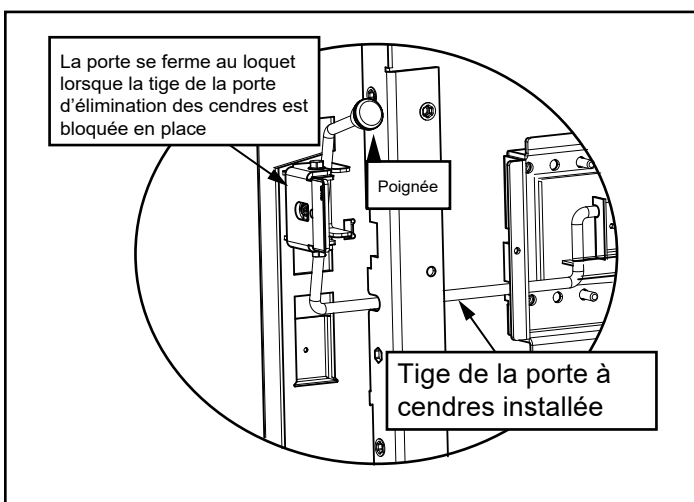

Figure 19.2
10. Ajoutez le bouton à la tige de la poignée (**Figure 19.2 à la page 19**).
10. Ajoutez le bouton à la tige de la poignée (Figure 19.2 à la page 19).